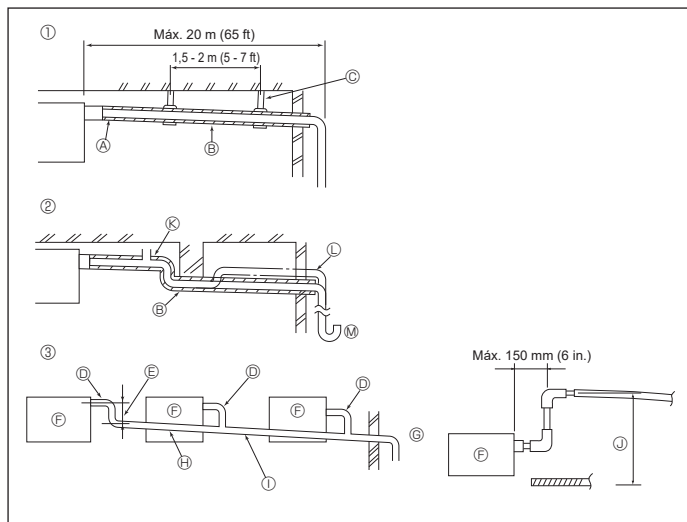

Fig. 6-1
6.1. Tubería de drenaje (Fig. 6-1)
- ① Tubería correcta
- ② Tubería incorrecta
- Puede provocar el desbordamiento del drenaje. ③
- No coloque un tubo elevado en la tubería. ④
- No coloque sifones para evitar olores en la tubería. ⑤
- ③ Agrupación de tuberías